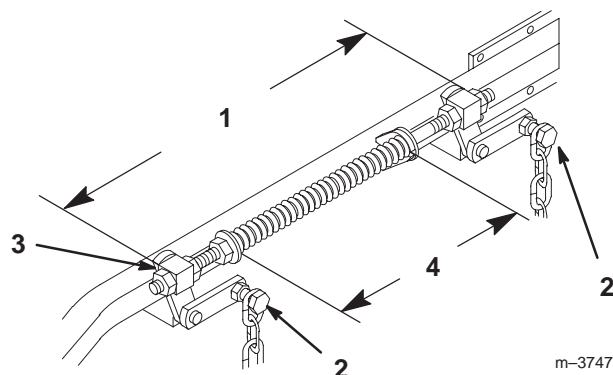

Figure 64
6. Desserrez les 4 boulons de chaîne supérieurs dans les fentes. Vérifiez la longueur des ensembles tige/pivot. Il doit exister un écart de 496 mm entre l'extérieur du pivot arrière et l'extérieur du pivot avant (Fig. 64). Vérifiez que les quatre pivots bougent librement dans les trous.
2. Les ressorts sont comprimés pour obtenir un écart de 279 mm entre les deux grandes rondelles (Fig. 64).
3. Tournez l'écrou devant chaque ressort pour obtenir le réglage voulu (Fig. 64). Tournez l'écrou dans le sens horaire pour raccourcir le ressort et dans le sens anti-horaire pour l'allonger.